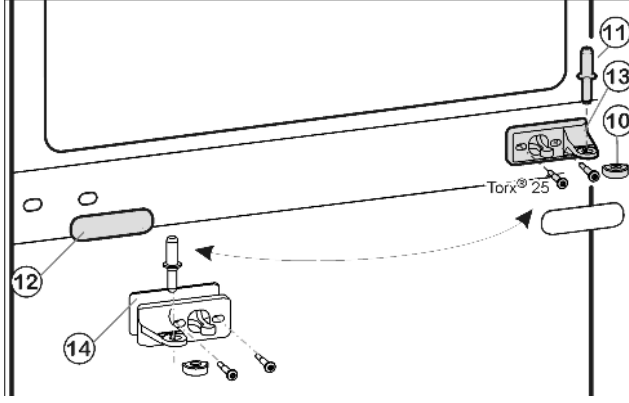

Fig. 9
- Orta yuva civatasını Fig. 9 (11) yatak mesnedinden ve alt kapıdan çekip çıkarın.
- Plastik kapağı Fig. 9 (10) çekip çıkartın.
- Orta yatak mesnedini Fig. 9 (13) sökün (2 x Torx® 25).
- Örtme kapağını Fig. 9 (12) dikkatli bir şekilde çekip çıkartın.
- Orta yatak mesnedini Fig. 9 (13) altlığı Fig. 9 (14) 180° çevrilmiş olarak yeni menteşe tarafına **sıkıca (4 Nm ile)** vidalayın.
- Örtme kapağını Fig. 9 (12) şekil 180° çevrilmiş olarak tekrar yeni kol kenarına yerleşecek şekilde takın.
- Plastik kapağını *Fig. 9 (10)* tekrar orta yatak mesnedine *Fig. 9 (13)* yerleştirin.
- Orta yuva civatasını *Fig. 9 (11)* yeni menteşe tarafında orta yatak mesnedinin *Fig. 9 (13)* içinden geçirerek alttaki kapıya yerleştirin.